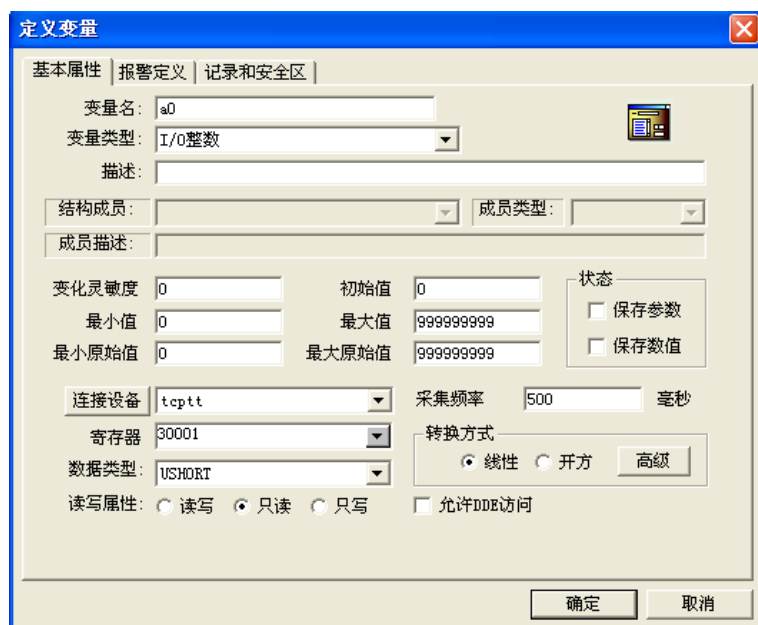

图 B-3-8
(1) 如图 B-3-8，变量类型选择 I/O 整数，寄存器 30001 对应 PLC 输出区第 1 个字（整型即上面组态的%QW2）。